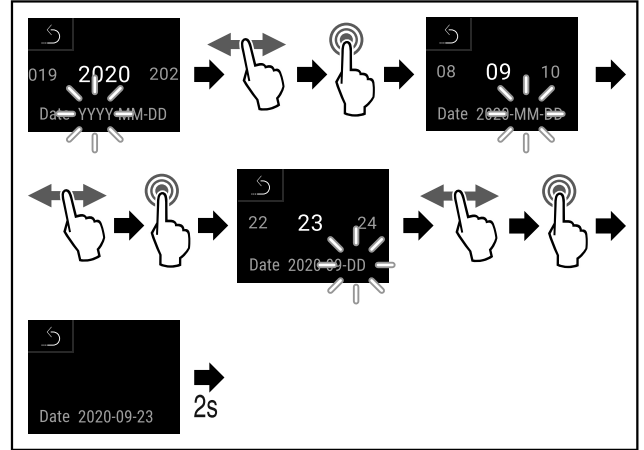

Fig. 55
- ▶ Seguir los pasos de procedimiento (consulte Fig. 55).